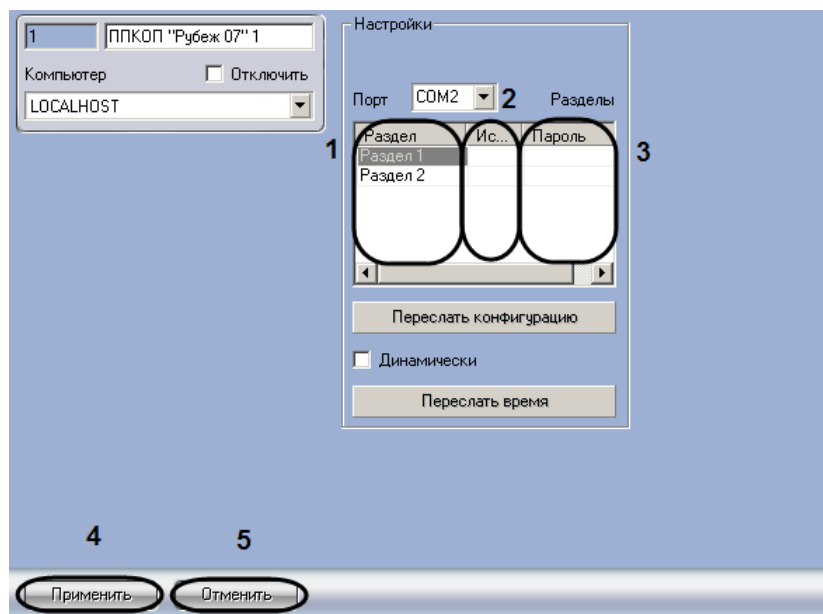

Рис. 3.6-1 Задание связи охранных зон и исполнительных устройств
1. Перейти на панель настроек объекта ППКОП **“Рубеж 07”** (Рис. 3.6-1).
Примечание. В полях столбца **Раздел** отображаются объекты **Раздел** ПК Интеллект (см. Рис. 3.6-1, 1).
2. В полях столбца **Исп. устр-во "Рубеж"** необходимо указать номер исполнительного устройства, которое будет включено при срабатывании всех зон, входящих в соответствующий раздел (см. Рис. 3.6-1, 2).
3. В полях столбца **Пароль** необходимо задать пароль, вводимый с пульта центрального блока *Рубеж-07* для отключения соответствующего исполнительного устройства (см. Рис. 3.6-1, 3).
4. Для сохранения изменений нажать кнопку **Применить** (см. Рис. 3.6-1, 4).
Примечание. Для отмены внесенных изменений необходимо нажать кнопку **Отмена** (см. Рис. 3.6-1, 5).